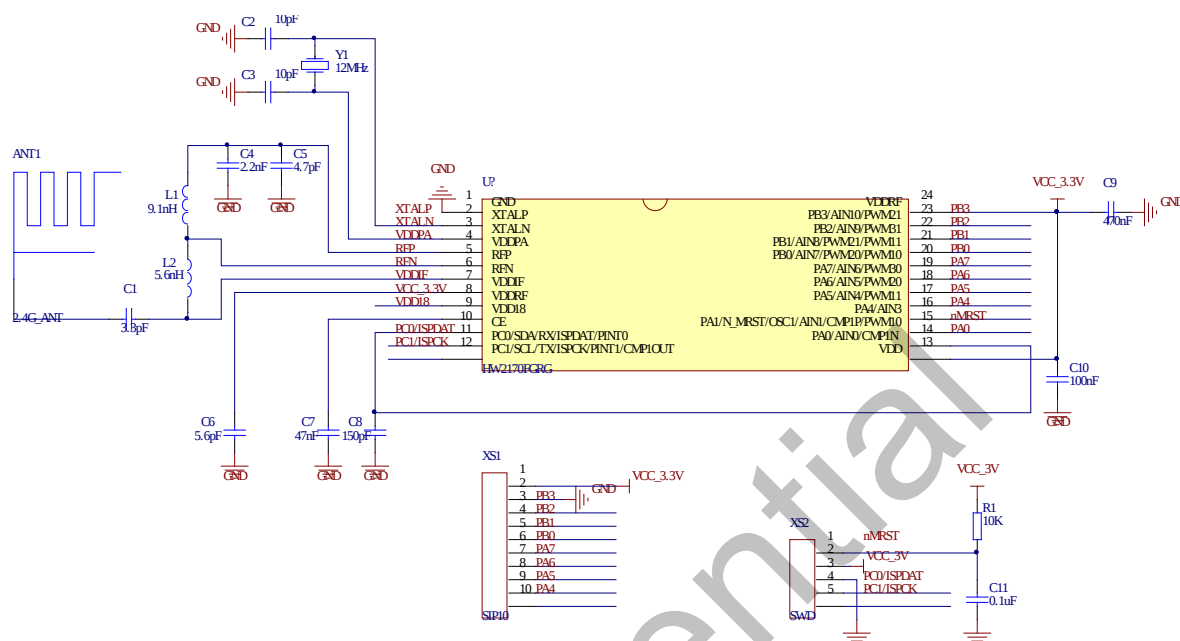
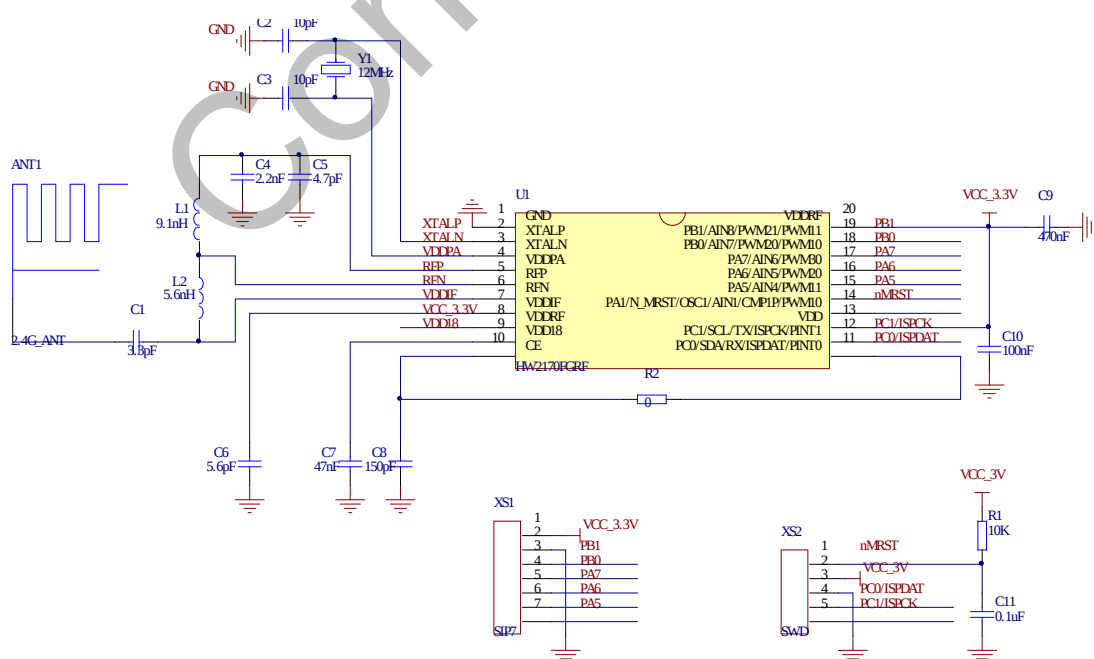

图 22-1 典型应用原理图(SSOP24)
图 22-2 典型应用原理图(SSOP20)
(1) RF 收发器的 CE 脚应该和 MCU 的一个 GPIO 相连，图 22-1 选择与 PA0 相连，用户可以根据实际应用需求，和其它的 GPIO 相连。图 22-2 由于 IO 口资源受限，通过 0 欧姆电阻和 PC0 相连，在仿真时可以断开。如果 IO 不够用，CE 端也可以直接和 VCC_3.3V 相连，拉成高电平。不过，如果 CE 直接拉高，则无法对 RF 收发器进行全局复位（关于复位，请参考 18.1 小节——“RF 收发器复位”）。CE 脚外接的 150pF 电容，用于滤除外部干扰，可根据实际应用来调整电容值。
(2) 芯片内部 RF 和 MCU 的电源分别是 VDDRF 和 VDD，二者在内部是不连的，所以必须外部连接到电源端。
(3) 另外，需要注意的是，由于 MCU 复位唤醒时间比 RF 复位唤醒时间短，所以，MCU 复位唤醒后需要进行适当延时，再对 RF 收发器进行 SPI 操作。